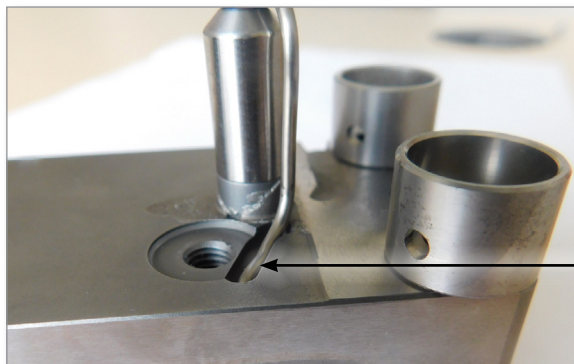

Figura 19-13 Doblado del termopar
- Doble el termopar hacia atrás 90° para que se asiente en el canal del colector. Consulte la Figura 19-13.